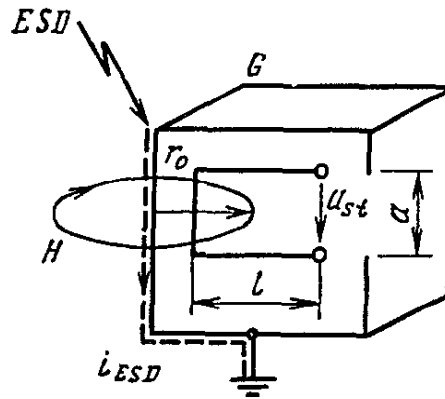

Рис. 2. Индуктивное влияние разряда статического электричества  $ESD$  на контур внутри прибора  $G$
4. При касании пальцем проводящего заземленного корпуса прибора  $G$  возникает разряд статического электричества (рис. 2). При этом в контуре, находящемся внутри прибора и удаленном от проводника с током разряда  $i_{ESD}$  на среднее расстояние  $r_0$ , индуцируется напряжение помехи  $U_{st}$ . Чему равно напряжение помехи  $U_{st}$ , если скорость изменения тока во времени  $6\text{ А}/\text{нс}$ ?